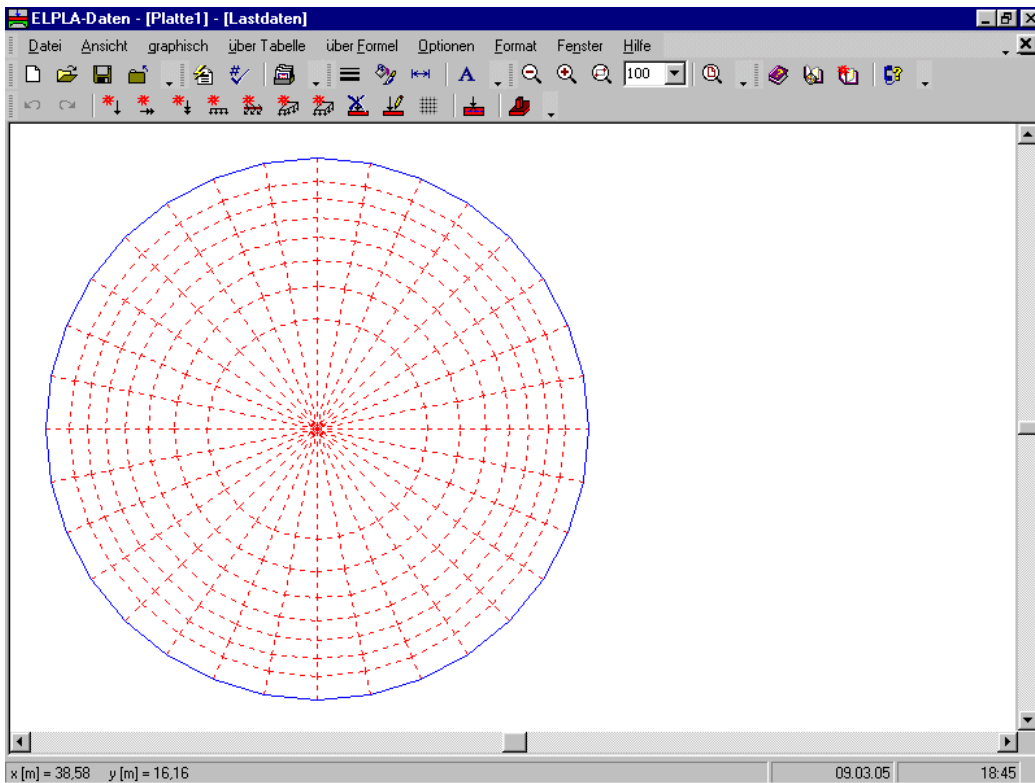

Bild 3-24 Eingebettetes Programm "Lastdaten"
- Wählen Sie "Lastdaten" aus dem "Daten"-Menü des *ELPLA-Daten*-Fensters. Das folgende eingebettete Programm im Bild 3-24 erscheint
- Wählen Sie "Punktlasten" aus dem Menü "über Tabelle" im Fenster von Bild 3-24. Das folgende Listenfeld im Bild 3-25 erscheint